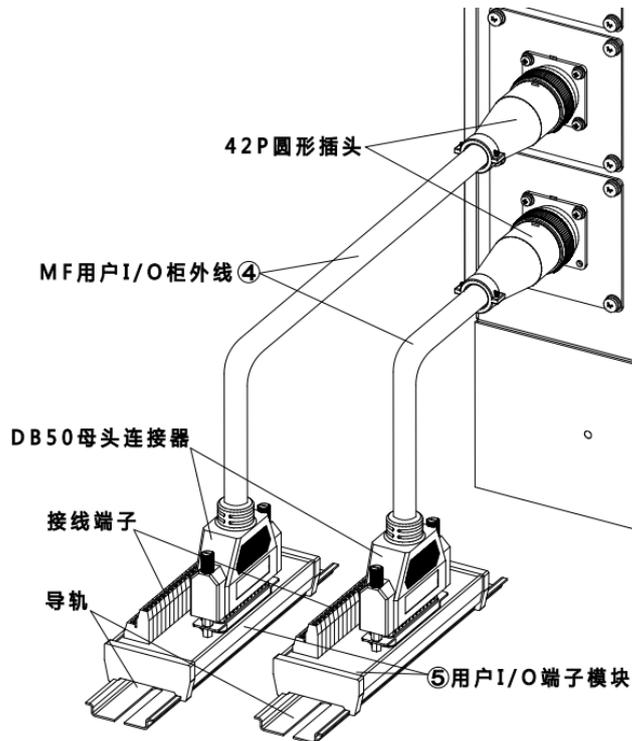

图 19-14 连接用户 I/O 端子模块
步骤4. 将④ MF 用户 I/O 柜外线带有 42P 圆形插头的一端接在柜体上的 42P 方方法兰插座上，另一端的 DB50 母头连接器接在⑤ 用户 I/O 端子模块上的 DB50 公头插座上，⑤ 用户 I/O 端子模块根据客户实际需求通过导轨固定在合适的位置。用户可通过其上的接线端子使用 I/O 功能。两个⑤ 用户 I/O 端子模块分别为 DI 模块与 DO 模块，并无硬性区分要求，根据实际使用便捷程度区分，参考图 19-14。